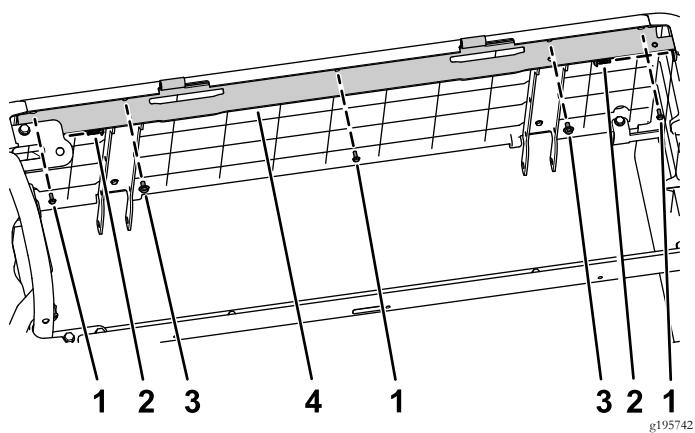

Рисунок 42
- Установите опору сиденья с помощью 3 винтов (№ 10 x 1/2 дюйма), 2 болтов с шайбами в сборе (1/4 x 1/2 дюйма) и 2 винтов с утопленными шестигранными головками torx (Рисунок 42).